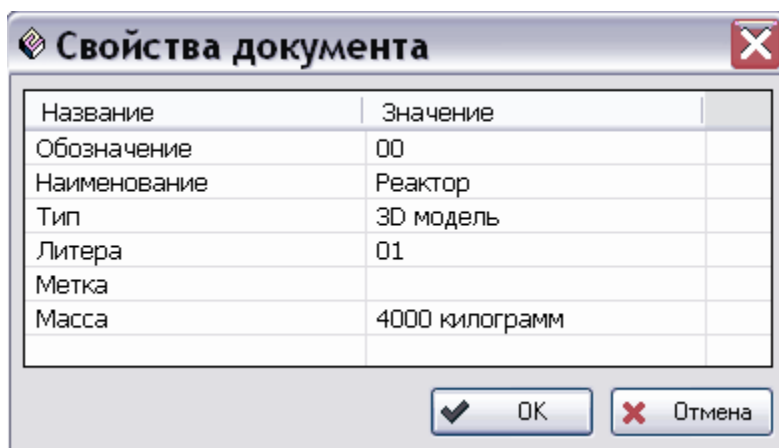

Рис. 24
5. Окно **Редактирование значения** для других свойств документа отличается только названием свойства над полем ввода. В окне **Свойства документа** введите значения свойств модели **00.sldasm**, как показано на Рис. 24.